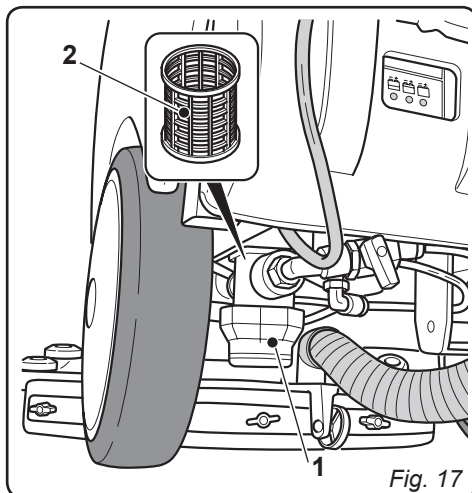

Fig. 17
11.1.d - Limpeza do filtro do reservatório de água limpa (Fig. 17)
- Desaperte a tampa transparente (1) e retire o filtro (2).
- Limpe o filtro (2) com água limpa, em caso de formação de depósitos ou incrustações é necessário substituí-lo.